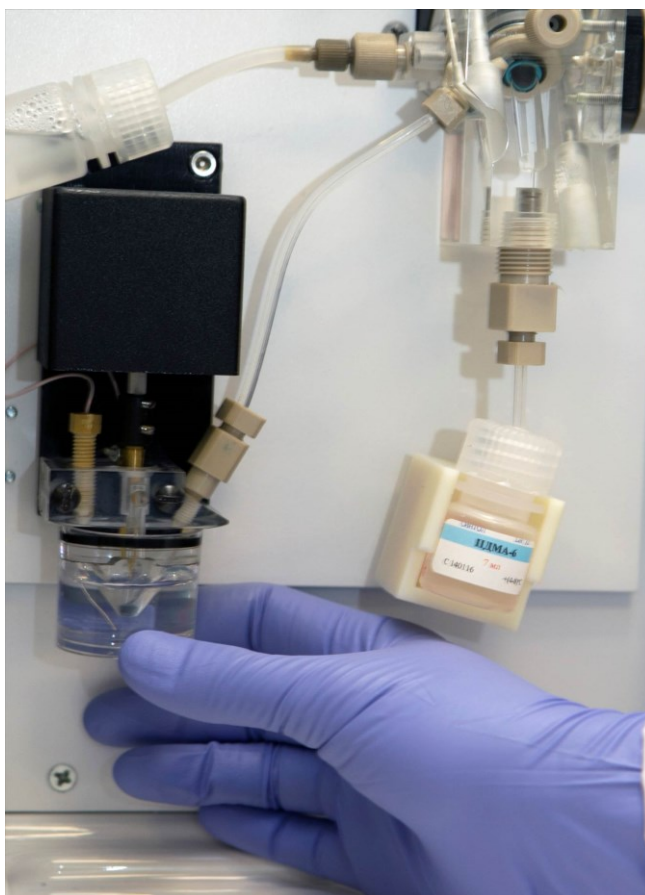

Рисунок 25. Замена анодного буфера
2. Для замены анодного буфера сначала аккуратно, качающими и крутящими движениями снять емкость с буфером, как изображено на рис. 25.